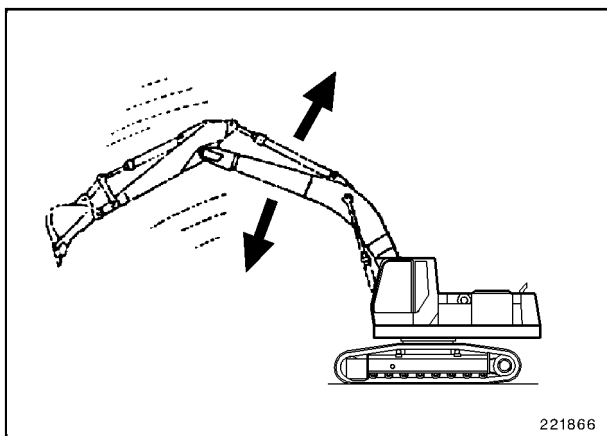

Fig. 2
- Operar suavemente el pescante. Al mover arriba y abajo el pescante, iniciar y terminar la operación muy lenta y suavemente. Al parar el pescante de repente, se expone el cuerpo de la máquina a fuerzas muy altas causando un desgaste excesivo y daños posibles (Fig. 2).